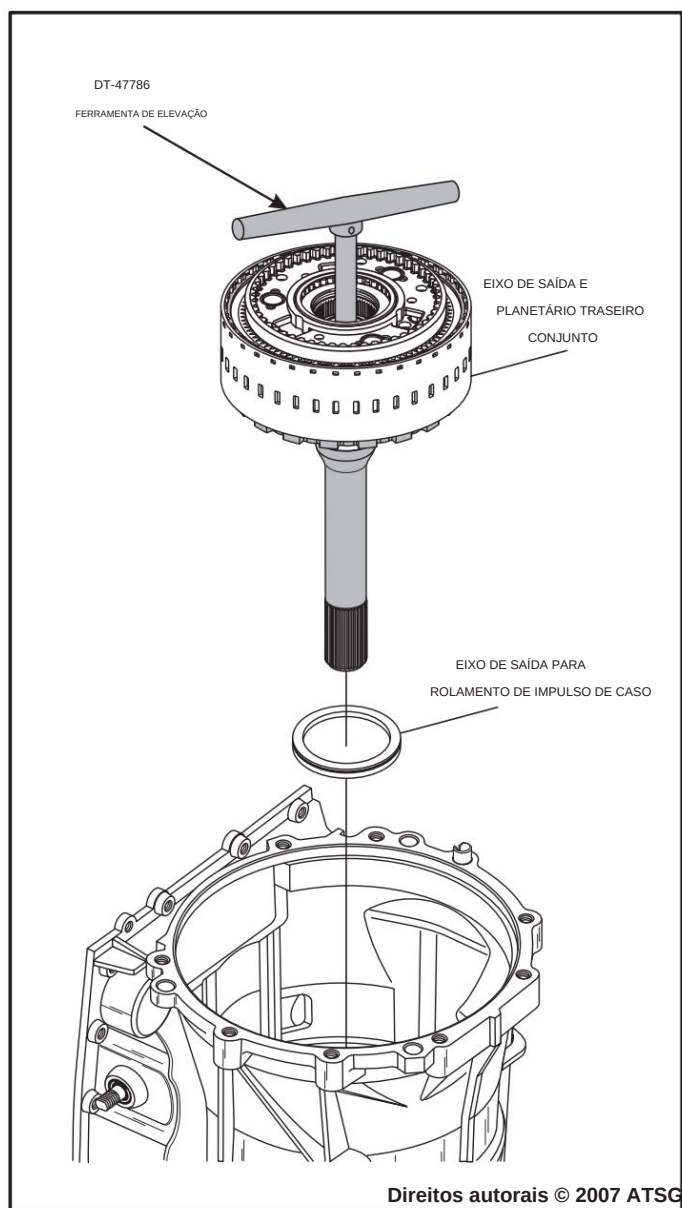

Figura 51
14. Remova o suporte de saída e o conjunto do eixo de saída usando a ferramenta de elevação DT-47786, conforme mostrado na Figura 51.